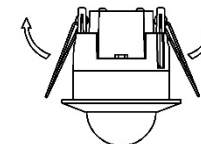

Рис.5
- Отогните металлические пружины датчика вверх рис.5, пока они не встанут вертикально по отношению к датчику. Поместите датчик в отверстие диаметром 65мм или монтажную коробку расположенные на потолке. Отпустите пружины, датчик встанет в свое монтажное положение.